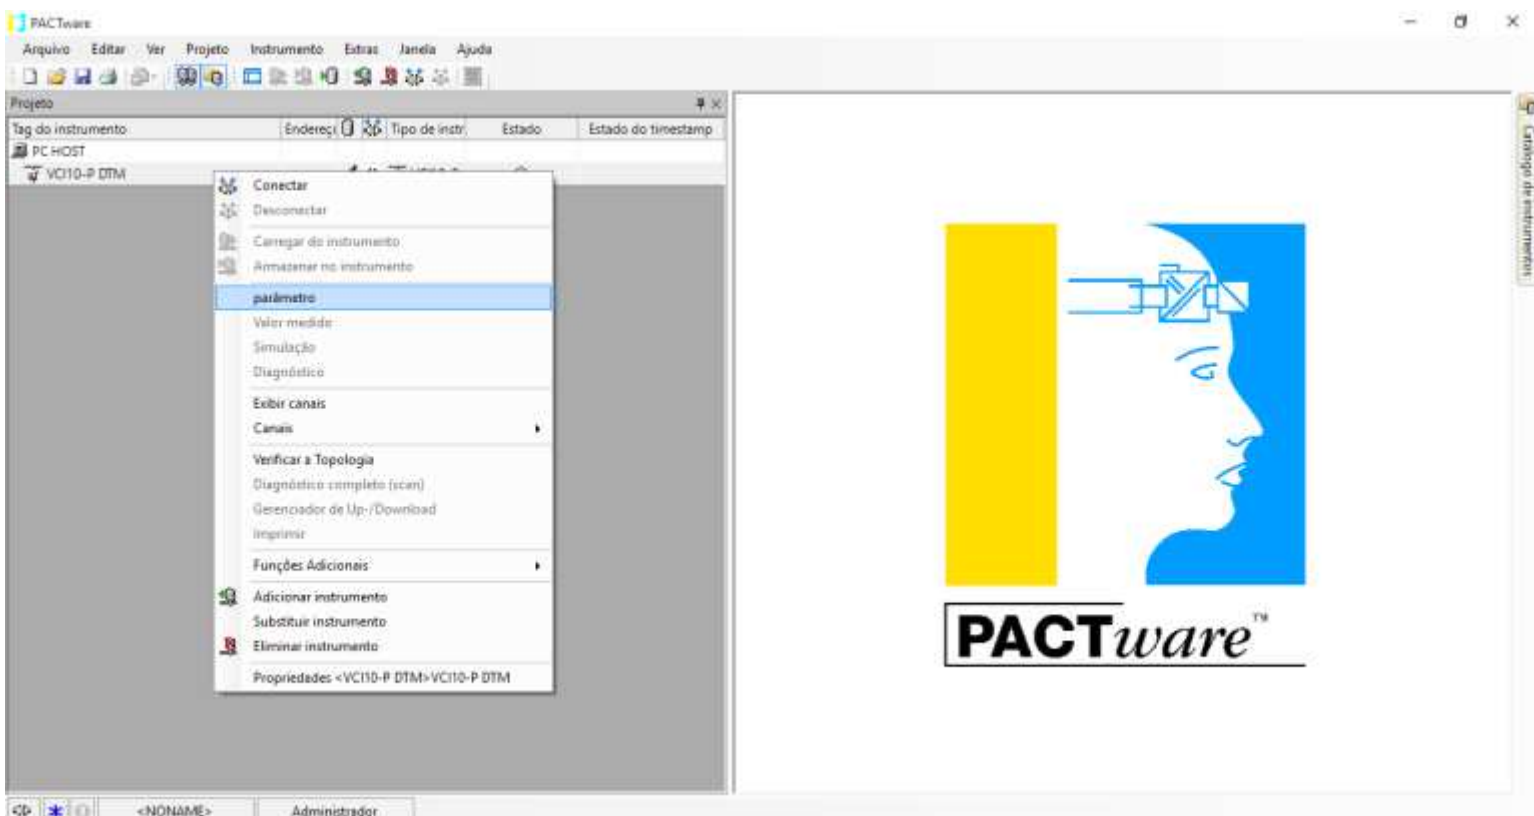

Figura 6: Seleção da operação de parametrização do drive “VCI10-UPDTM”.
- Com a interface conectada à estação de trabalho, clique com o botão direito do mouse e selecione “Parâmetro”, conforme a figura 6;